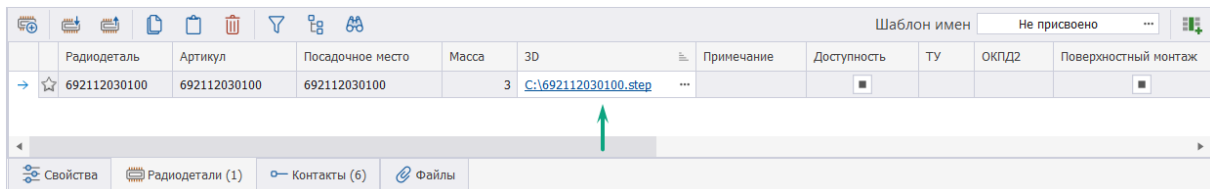

Рис. 161 Внешняя 3D-модель задана
11. Путь к выбранному файлу 3D-модели для текущей радиодетали отображается в столбце «3D model», см. Рис. 161.